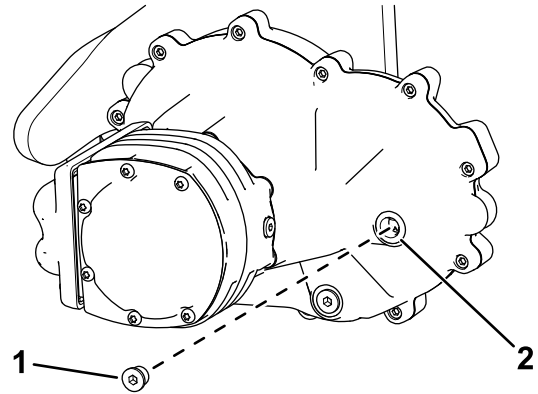

Figura 12
1. Retire el acoplamiento del orificio de llenado, tal y como se muestra en Figura 12.
3. Instale el acoplamiento en el orificio de llenado (Figura 12).